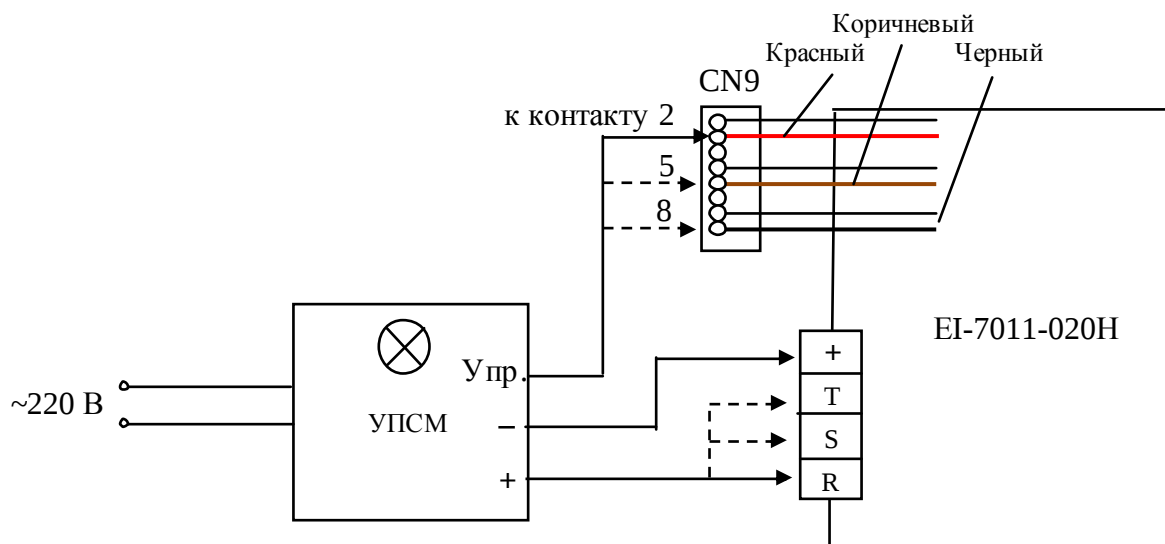
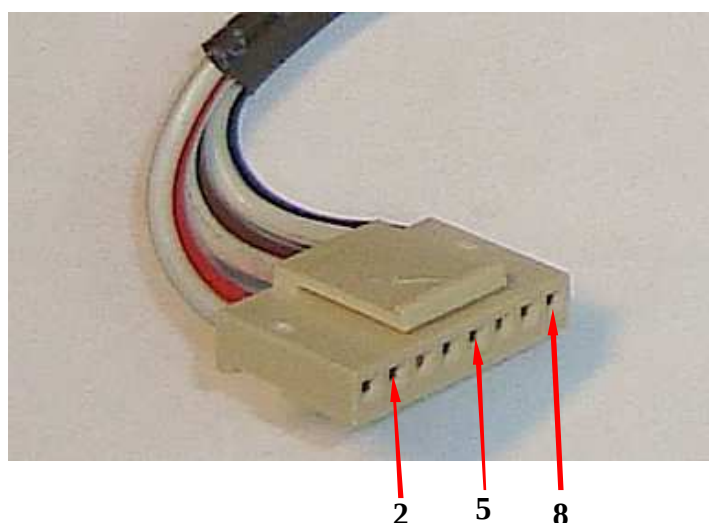

Рис. 4.7. Схема проверки тириستоров входных модулей.
Рис. 4.8. Нумерация контактов разъема CN9
4.7.8. Выполнить проверку тиристора модуля SKKH91/16 E канала R. Соединить выход «+» УПСМ с клеммой R преобразователя, выход «-» УПСМ с клеммой «+» преобразователя, а выход «Упр.» УПСМ с 2-м выводом (красный провод) розетки разъёма CN9 преобразователя (рис.4.7). Нумерация контактов разъёма CN9 представлена на рис. 4.8.